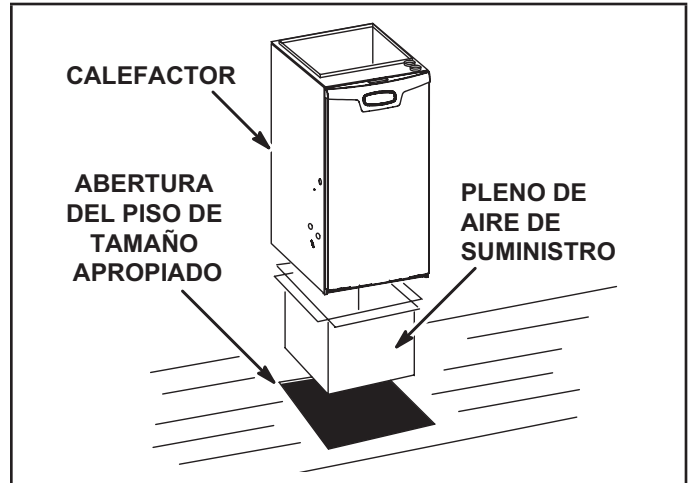

Figura 14
**Instalación sobre un piso incombustible, Figura 14**